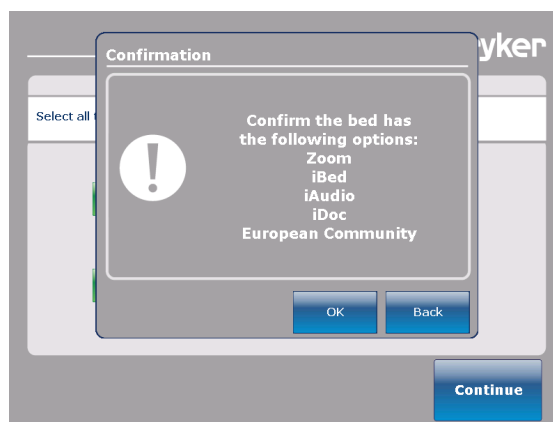

Figura 31: Ecrã Bed Options Confirmation (Confirmação das Opções da Cama)
4. Depois de premir **Continue** (Continuar) no passo 3, é apresentado um ecrã de confirmação, conforme mostrado na Figura 31, verificando as opções que seleccionou.